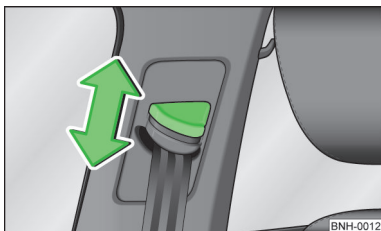

Fig. 163
- Apăsăți armătura de ghidare și împingeți în direcția dorită, înspre în sus, sau înspre în jos » fig. 163.